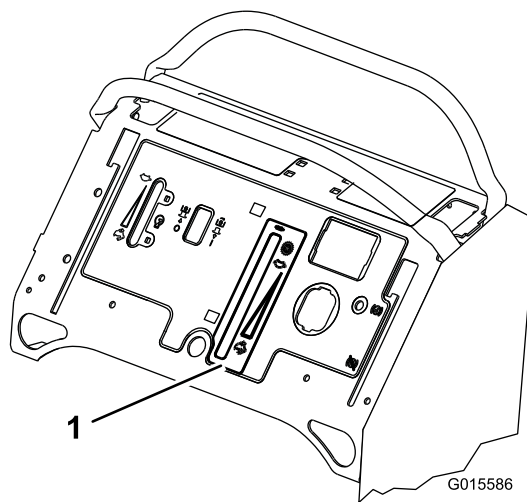

Figura 10
2. Instale la pegatina en la máquina de la forma ilustrada (Figura 10).